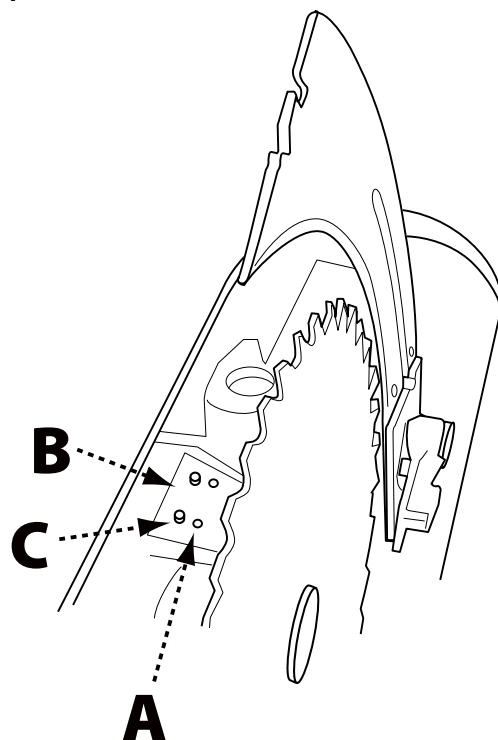

FIGURE 37
Pour ajuster l'alignement du couteau diviseur, voir Figure 37 et procéder comme suit :
3. Si la paroi du guide n'est pas perpendiculaire à la table, libérez le levier de serrage et ajustez légèrement l'une des vis de pression à encoches (A) Figure 37 jusqu'à ce que la paroi du guide soit perpendiculaire à la table.